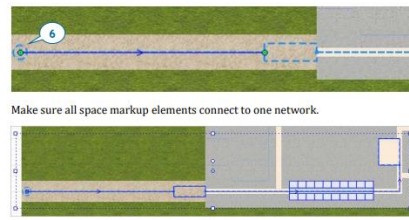

Рисунок 13.2 – Палітра *ReceivingDock*
6. Намалюйте шлях для з'єднання *exitNode* з приймальною станцією (рис. 13.2).